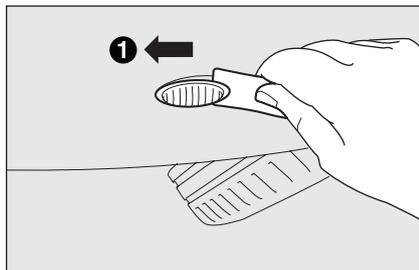

fig. 23a
- fare leva sul trasparente agendo inizialmente dalla parte anteriore verso la parte posteriore (**1** – fig. 23a);